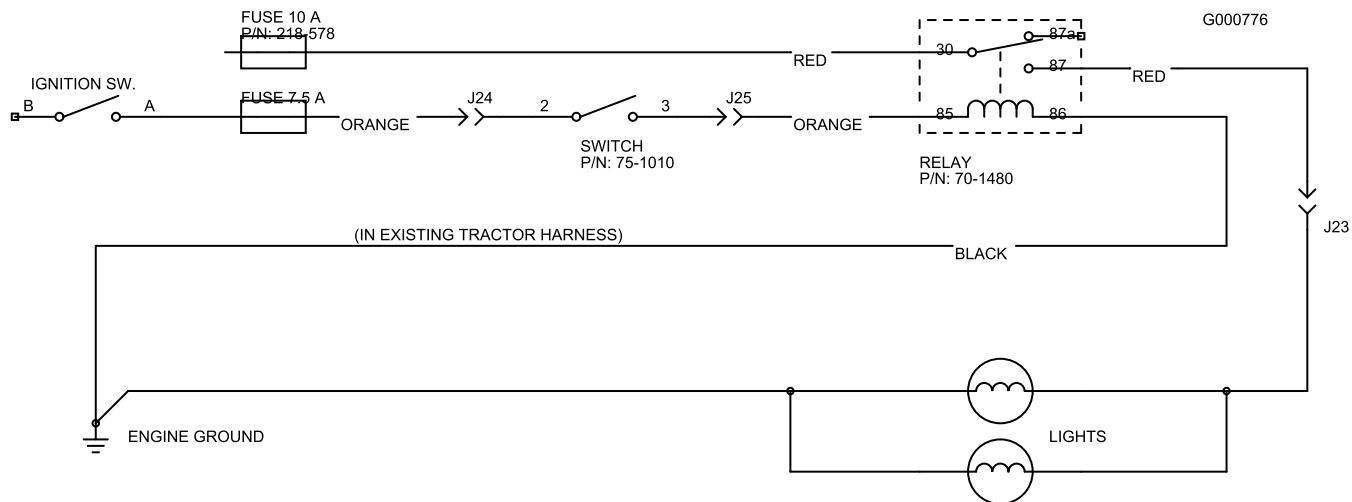

図 62
**重要** トラクションユニットにオプションのヘッドライトを取り付ける場合には、電気系統全体の整合性を確保するため、配線図(図 62)と下記のパーツ番号による部品を使用してください。